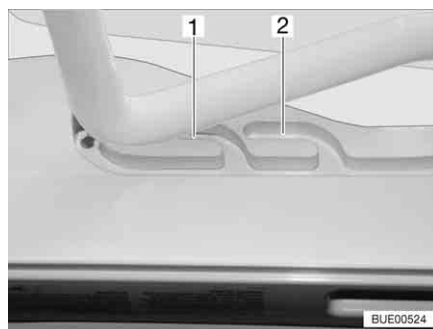
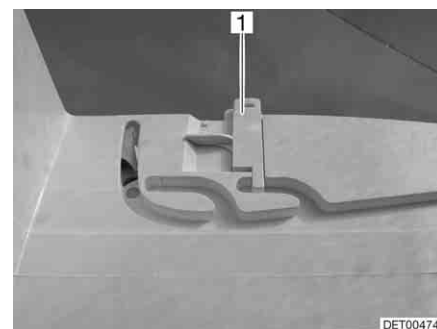

Fig. 98 Lanterneau Heki en position de ventilation
Fig. 99 Verrouillage position de ventilation
Il est possible d'amener le lanterneau Heki en deux positions de ventilation : Position pour mauvais temps (Fig. 98,1) et position intermédiaire (Fig. 98,2). Selon l'équipement, il est possible de verrouiller le lanterneau en position intermédiaire avec les deux verrous (Fig. 99,1) à gauche et à droite du cadre du lanterneau.
- Pousser légèrement l'étrier vers le haut, le pousser dans la glissière choisie (Fig. 98,1 ou 2) et le verrouiller si nécessaire.